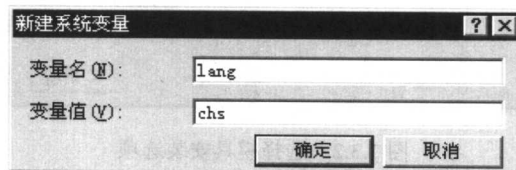

图 1.3.1 “新建系统变量”对话框
Step1. 选择 Windows 的  开始  设置(S)  控制面板(C) 命令。
Step5. 在如图 1.3.1 所示的“新建系统变量”对话框中，创建“变量名”为 lang、“变量值”为 chs 的系统变量。